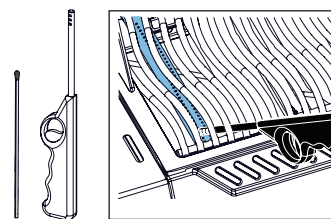

Fig. 2
4. Si el quemador no se enciende, gire el botón de control del quemador en el sentido de las agujas del reloj hasta la posición OFF. Espere 5 minutos (Fig. 1). Repita los pasos 2 y 3, o consulte "Instrucciones de encendido alternativo" a continuación (Fig.2).